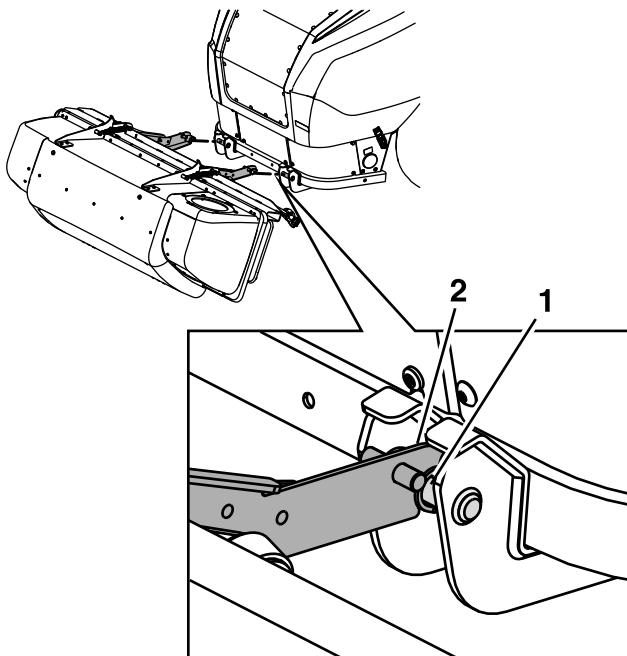

Figura 14
2. Levante las patas del bastidor del ensacador, y enganche la muesca sobre la barra de montaje inferior del ensacador (Figura 14).